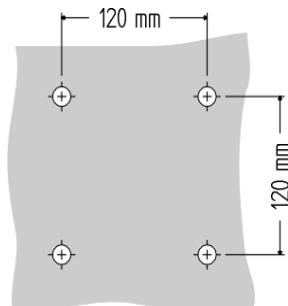

Fig. 8
- Eseguire sul muro n.4 fori ø8 profondi 45mm come mostrato in Fig. 8;